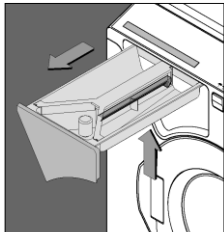

Bild 1
- Die Anlagfeder eindrücken und die Lade ganz herausziehen (Bild 1).